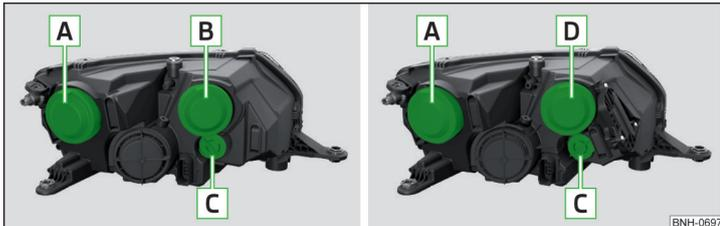

Fig. 264 Faro frontal izquierdo: Faros proyectores halógenos / Faros proyectores halógenos con luz diurna de LED
Orden de bombillas » fig. 264
- Retirar la tapa protectora B » fig. 264 de la pág. 235.
- Colocar la tapa protectora B » fig. 264 de la pág. 235.
- Retirar la tapa protectora **B** » fig. 264 de la pág. 235.
- Colocar la tapa protectora **B** » fig. 264 de la pág. 235.
- Retirar la tapa protectora **A** » fig. 264 de la pág. 235.
- Retirar la tapa protectora **D** » fig. 264 de la pág. 235.